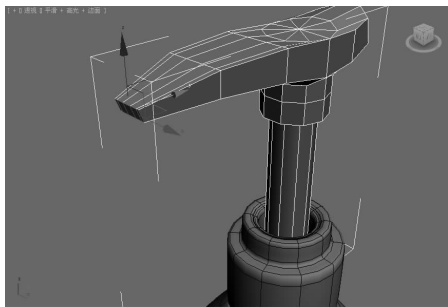

图 5-112 选中按压器出口的多边形 ▲
(7)选中第三个圆柱体,单击“多边形”按钮,在透视图图中选中如图 5-112 所示的按压器出口的多边形。